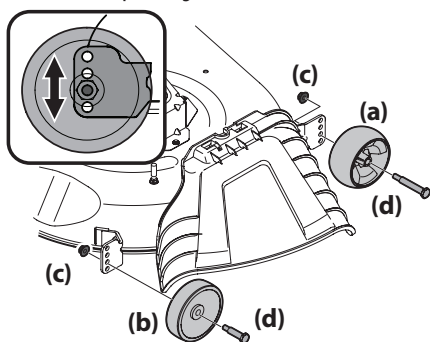

Figure 12
- b. Retirez les écrous autobloquants (c) et les boulons à épaulement (d) qui fixent la roue avant (a) et la roue arrière (b) au plateau de coupe, puis enlevez les roues. Voir Figure 12.